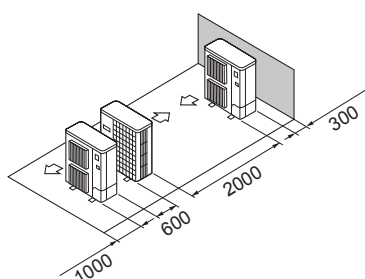

Fig. 2-16
- ⑤ Plassering av enkel parallellenheter (Fig. 2-16)